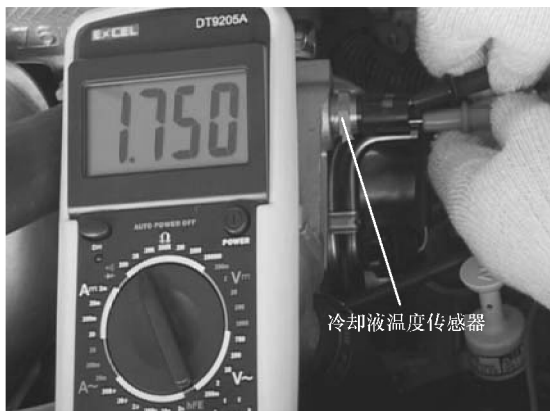

图 30-1 测量冷却液温度传感器电阻
1) 如图 30-1 所示, 测量冷却液温度传感器, 其不同温度下的电阻值应符合标准。电阻太大, 会使 ECU 误认为发动机处于低温状态, 从而进行冷车加浓控制, 使油耗增加。也可以用电脑诊断仪来检测, 将诊断仪所显示的冷却液温度与发动机实际冷却液温度相比较。如有差异, 说明冷却液温度传感器有故障, 应更换。